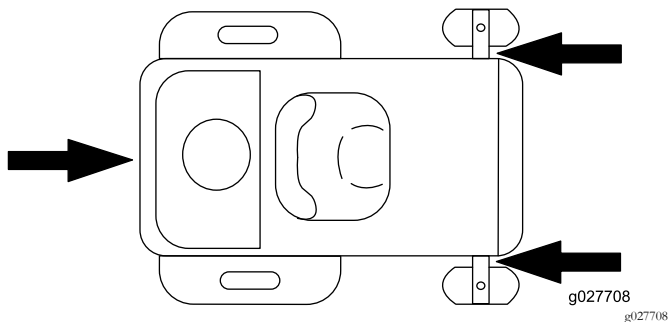

Figura 39
5. Prenda a máquina perto das rodas giratórias frontais e pára-choques traseiro (Figura 39).